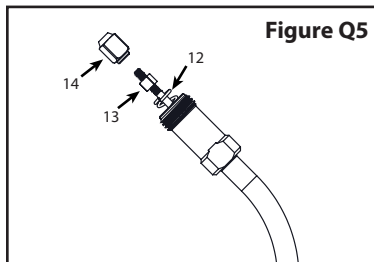

Figure Q5
7. Poussez le câble vers l'avant de la rallonge pour exposer le ressort (12), l'écrou du siège de la tige (13) et le siège de la tige (14). **(Voir la figure Q5)** Dévissez le siège de tige (clé de 7,9 mm (5/16 po)) et l'écrou de siège de tige (clé de 5,6 mm (7/32 po)) pour retirer le ressort. Placez ces petites pièces dans un récipient fermé (elles se perdent facilement).
10. Faites glisser le ressort à l'extrémité du câble, puis vissez l'écrou de la tige de selle aux deux tiers environ. Fixez la tige de selle et serrez-la à l'aide des clés utilisées à l'étape 7. **(Voir la figure Q5)**